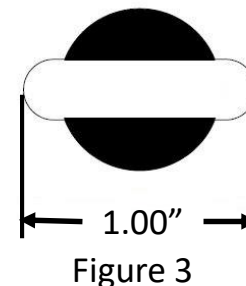

Figure 3
- 3. Abaisser l'absorbeur de vapeurs d'essence** - Abaisser l'absorbeur de vapeurs d'essence du côté conducteur en retirant le (1) boulon M8 le plus à l'arrière à l'aide d'une douille 10 mm et permettant à l'absorbeur de pendre. NOTA : S'il est présent, retirer le bouchon de longeron de châssis pour accéder au point de montage arrière du côté conducteur.
- 4. Agrandir les trous de fixation** - À l'aide d'une meule à rectifier, agrandir le trou de fixation le plus à l'avant des longerons côtés conducteur et passager afin d'insérer le bloc et le boulon de carrosserie. Voir Figure 3.
3. Abaisser l'absorbeur de vapeurs d'essence - Abaisser l'absorbeur de vapeurs d'essence du côté conducteur en retirant le (1) boulon M8 le plus à l'arrière à l'aide d'une douille 10 mm et permettant à l'absorbeur de pendre. NOTA : S'il est présent, retirer le bouchon de longeron de châssis pour accéder au point de montage arrière du côté conducteur.
4. Agrandir les trous de fixation - À l'aide d'une meule à rectifier, agrandir le trou de fixation le plus à l'avant des longerons côtés conducteur et passager afin d'insérer le bloc et le boulon de carrosserie. Voir Figure 3.